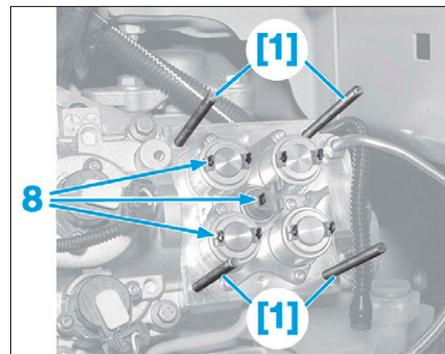

FIG. 14
- Contrôler le bon alignement des broches (8) des électrovannes et du capteur de pression avant de reposer le calculateur (Fig.14).